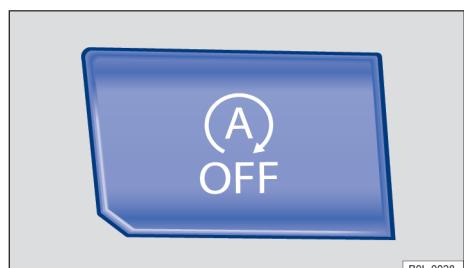

图 87 中控台上部：发动机自动启停系统的按钮
- 按下中控台上的按钮  → 图 87, 手动关闭该系统。发动机自动启停系统处于关闭状态时,该按钮中的指示灯点亮。
- 再次按下中控台上的按钮  → 图 87, 重新激活该系统。